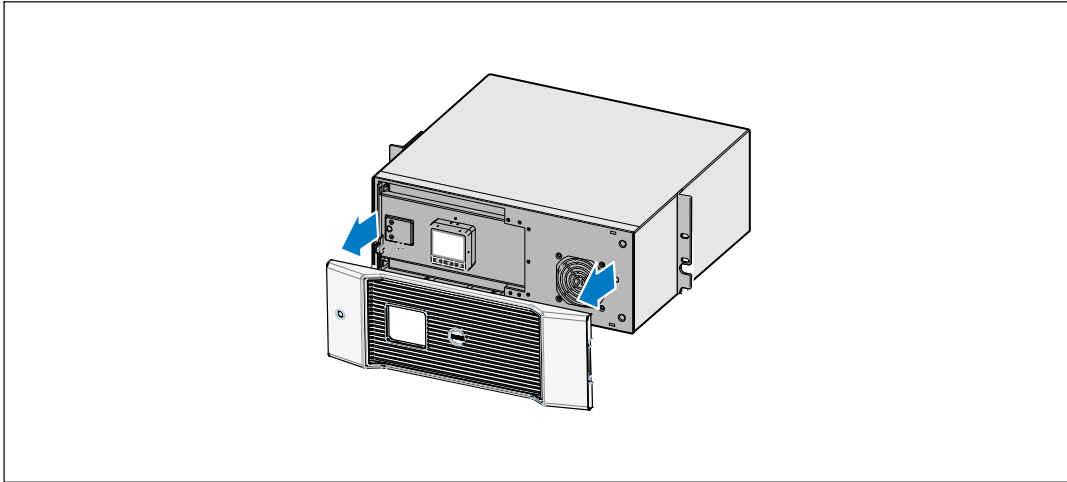

Abbildung 23. Abnehmen der vorderen Abdeckung der USV
- 3 Frontblende der USV entfernen (siehe Abbildung 23).